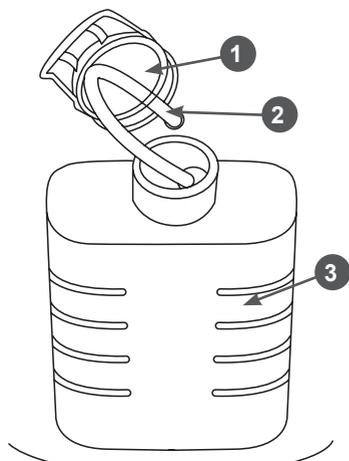

Рис. 9 Емкость для моющего средства
В аппарате установлена емкость 3 (Рис. 9) для жидкого моющего средства (шампуня).
1. Снимите крышку 1 с емкости и извлеките шланг 2 (Рис. 9).